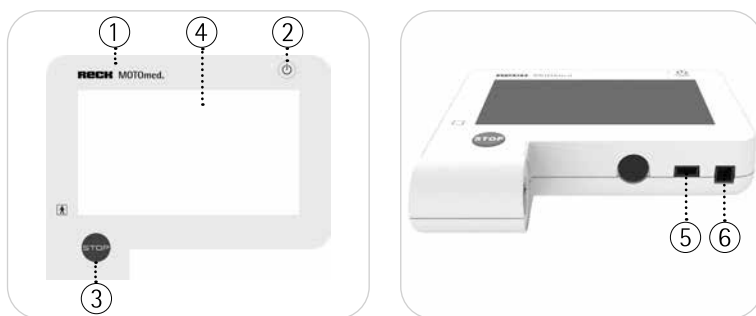

Fig. 5.1, 5.2
vedere Fig. 5.1 Premere il tasto "On/Off" ② per accendere MOTOfed.
vedere Fig. 5.1 Con il tasto di arresto rosso ③ è possibile interrompere in qualsiasi momento la sessione di riabilitazione.